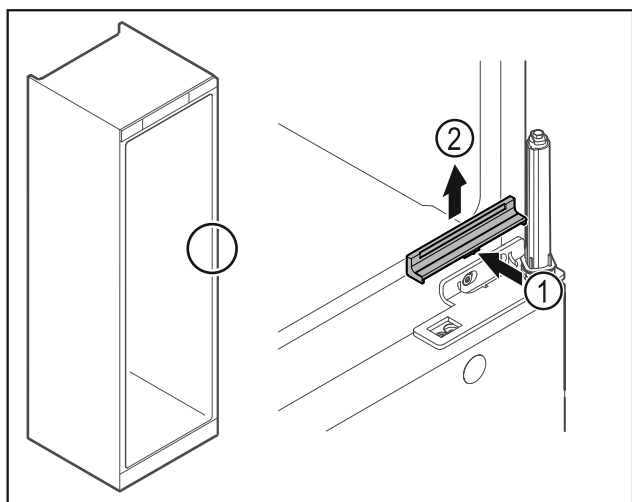

Fig. 26
- ▶ Tryk afdækningen Fig. 26 (1) let ind i midten, og tag den af op efter Fig. 26 (2).